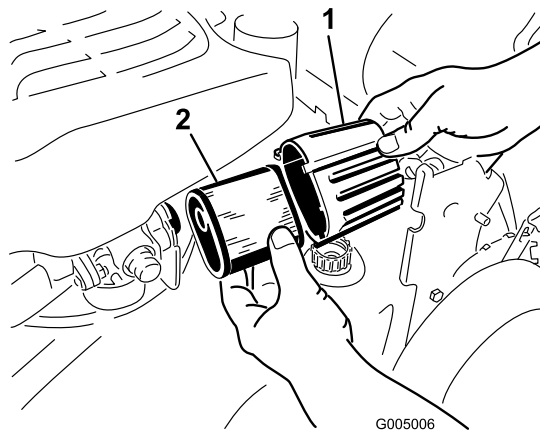

Figura 32
2. Gire la tapa del filtro de aire para retirarla (Figura 32).